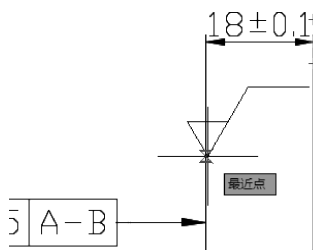

图 6-40 插入表面粗糙度符号
(4) 利用“INSERT”命令,打开“插入”对话框,设置插入点和比例为在屏幕指定,旋转角度为固定的任意值,单击“浏览”按钮找到刚才保存的图块,在屏幕上指定插入点和比例,将该图块插入到图6-40所示的图形中。